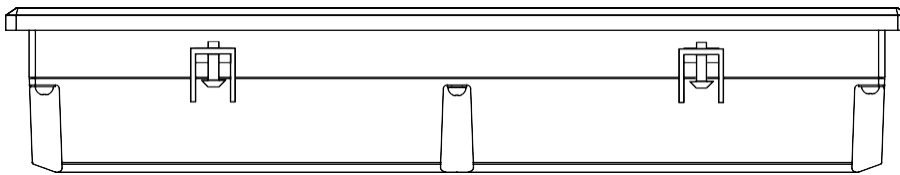

Рисунок 5.1 – Установлення кріпильних затискачів
3. Кріпильні затискачі вставити у вирізи на верхній і нижній сторонах корпусу (див. рисунок 5.1).